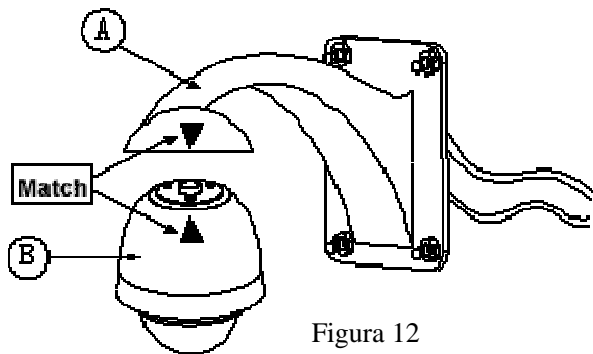

Figura 12
- 5) Conecte el domo en el soporte, guíese por las marcas. (vea la Figura 12 y 13).